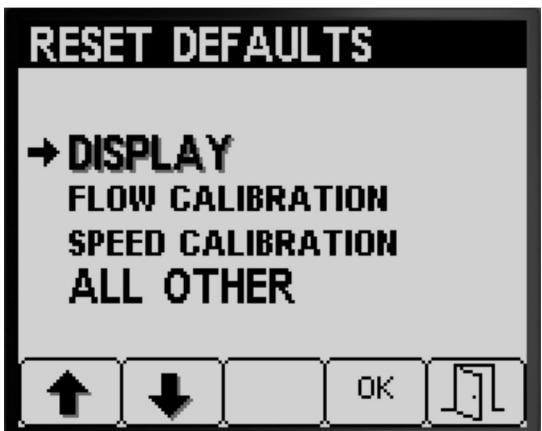

図 35
4. ボタン 4 で選択した項目をリセット図 35。
5. 他にもリセットしたい項目があれば、ステップ3と4を繰り返す図 35。
6. ボタン5を押すと設定を保存してデフォルトにリセット設定画面を終了し、設定画面に戻る図 35。